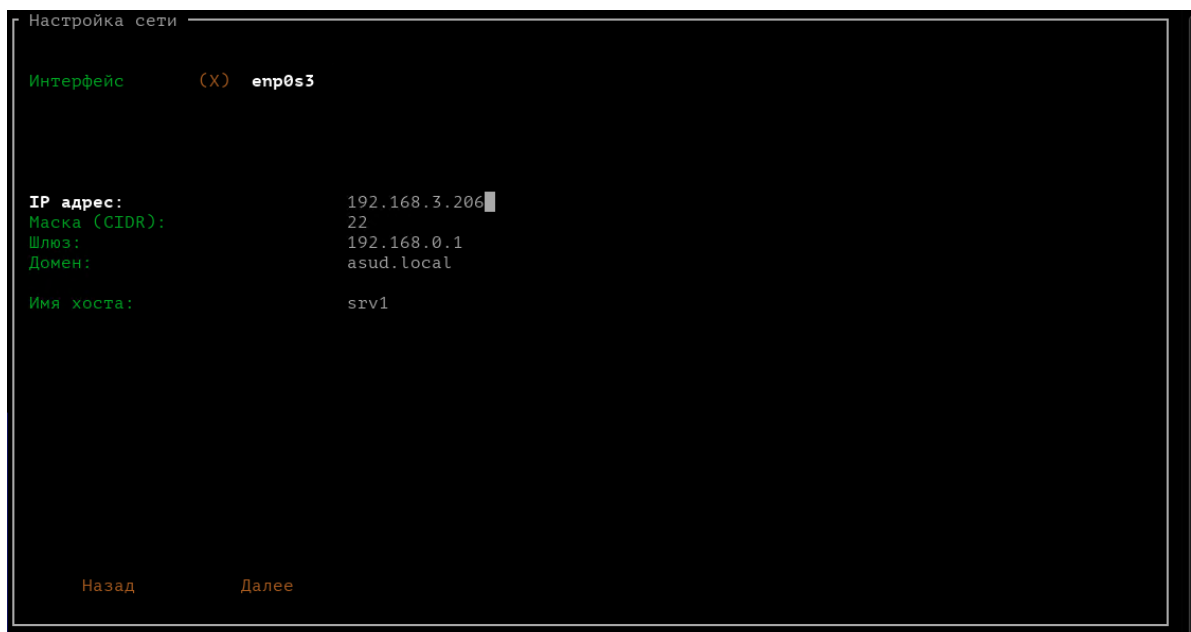

Рисунок 22 – Текущие настройки сети
15) Далее отобразятся текущие настройки сети. Нажмите <Далее> для продолжения (рис. 22).